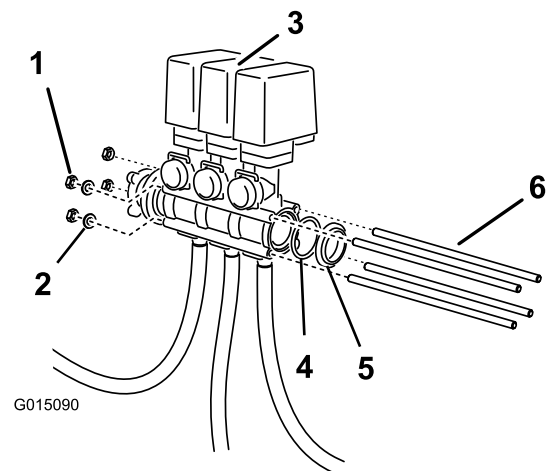

Figure 6
8. Insérez les tiges filetées dans les trous des corps des vannes de dérivation des rampes et, dans le cas des 2 tiges les plus proches du longeron de montage, dans le support gauche (Figure 4 et Figure 6).